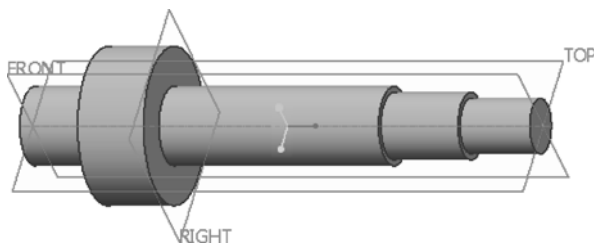

图 13-3 创建旋转实体特征
- ⑤ 默认的旋转角度为 360° ，在“旋转”选项卡中单击“完成”按钮, 创建的旋转实体特征如图 13-3 所示。